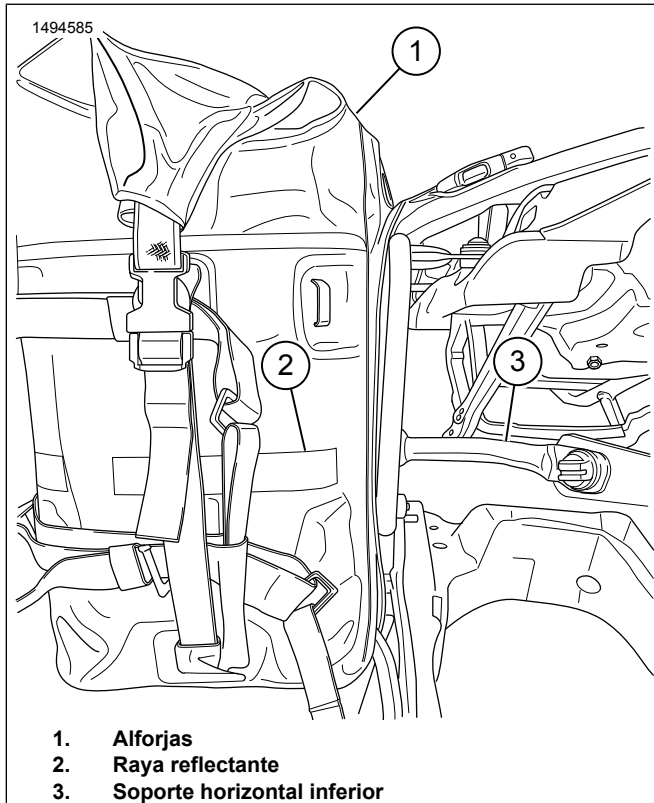

Figura 4. Instale la alforja
5. Figura 4 Alinee la raya reflectante (2) en la alforja con el soporte horizontal inferior (3). Ajuste las correas según sea necesario.